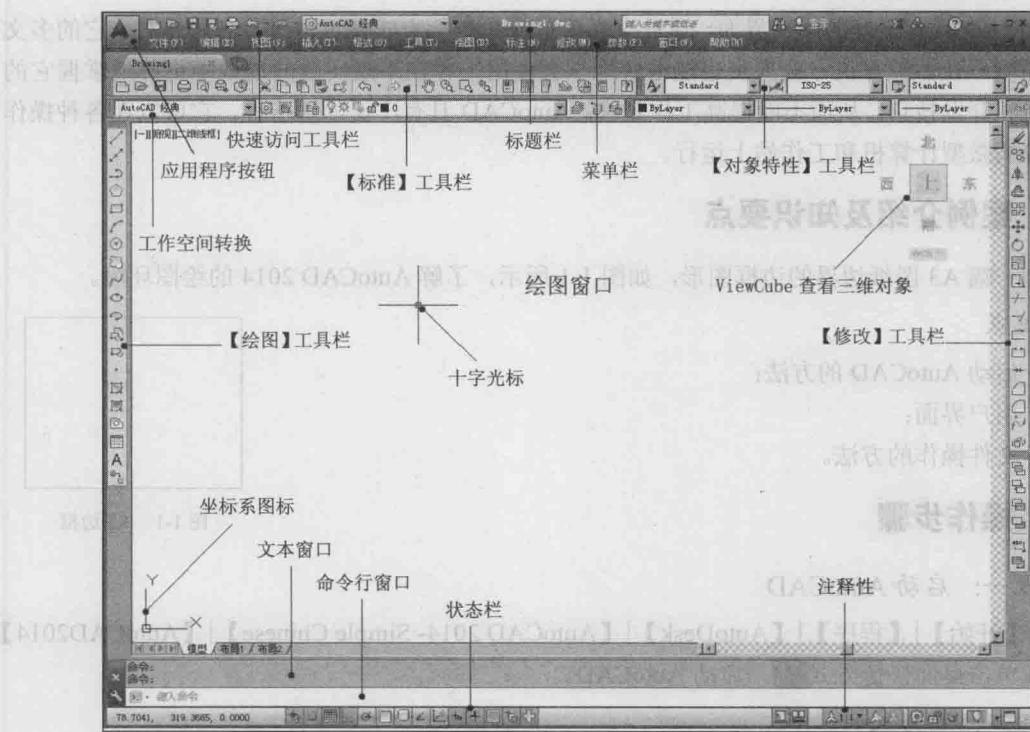

图 1-3 AutoCAD 2014 经典界面
(2) 系统会自动打开绘图界面，默认的界面布置如图 1-3 所示。